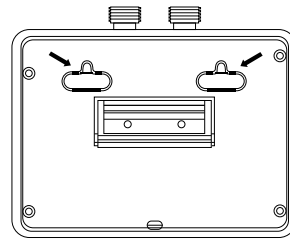

Рис. 3.
- После установки шурупов навесьте на них водонагреватель. Места крепления указаны стрелками (рис. 3).
Установите два крепежных шурупа, вкручиваемые в дюбеля в стене, где будет установлен водонагреватель. Места крепления водонагревателя показаны на рис. 3 и 4. Шляпки шурупов должны выступать от стены на расстояние, необходимое для навески на них водонагревателя, чтобы обеспечить надежное крепление и прилегание к стене. Встроенные трубки прибора должны быть расположены вертикально.